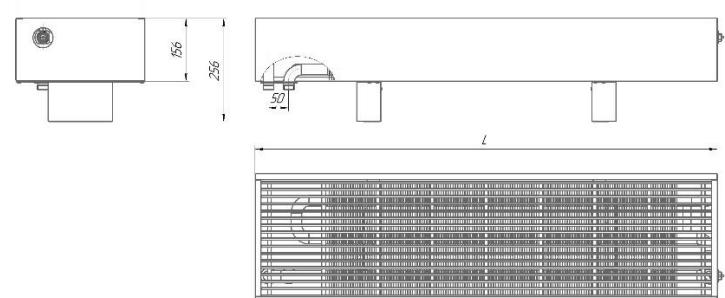

Рис. 1 – Конвектор TEPLA Neo Expo 156(B)x320(Г).
- 1.3. Конвекторы выпускаются в концевом или проходном исполнении, с патрубками для подвода теплоносителя, расположенными с правой или левой стороны прибора, концы присоединительных патрубков гладкие (под сварку) или с растробами с резьбой наружной G 3/4" (HP 3/4) или с резьбой внутренней G 1/2" (BP 1/2), габаритные и присоединительные размеры указаны в рис. 1.